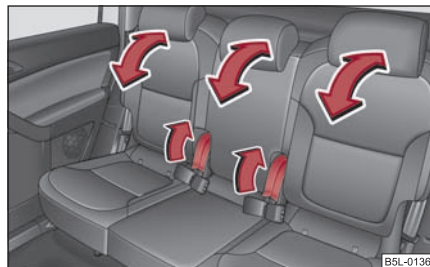

Fig. 84 Reglarea spătarelor
- Trageți maneta ⇒ fig. 84 și reglați înclinarea dorită a spătarului. ■
- Trageți maneta ⇒ pagina 80, fig. 84 și rabatați spătarul scaunului în față, complet.